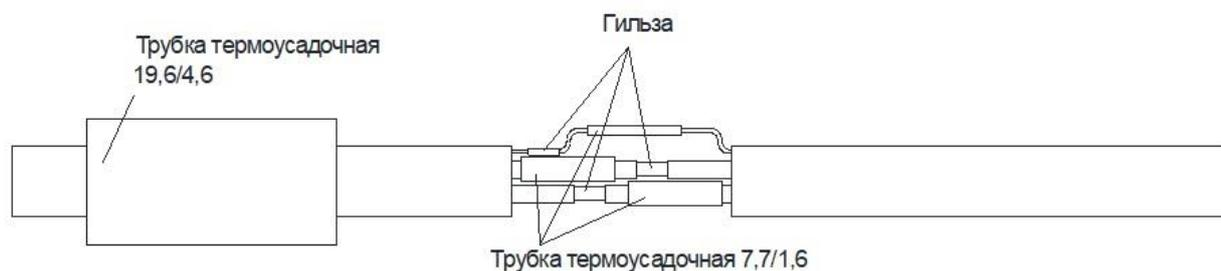

Рисунок 3.
**2.11.** Соединить между собой короткие жилы одного кабеля с длинными жилами другого кабеля, так же соединить дренажную жилу одного кабеля с дренажной жилой другого. На каждой нагревательной жиле и дренажной жиле обжать гильзы ручным кримпером. Рисунок 3